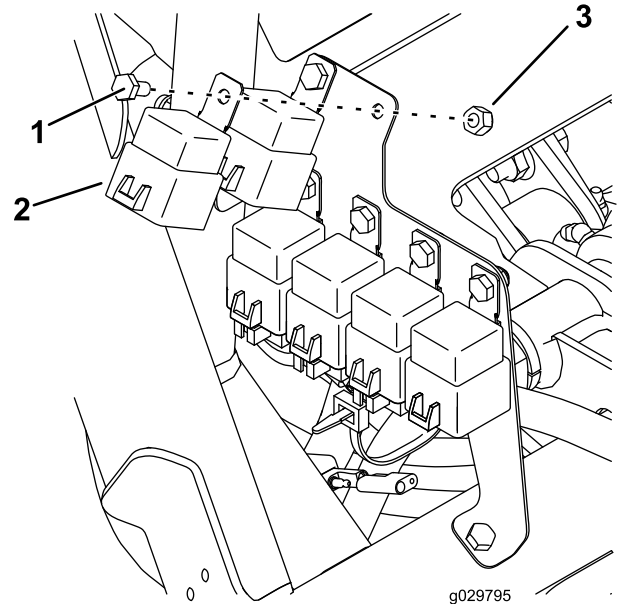

**Figure 25**
- Fixez légèrement le support de relais sur le cadre à l'aide d'un boulon (3/8 x 2 po), d'une rondelle (0,406 po) et d'un écrou (3/8 po), comme montré à la Figure 25.
- Graissez les points indiqués sur la Figure 25.